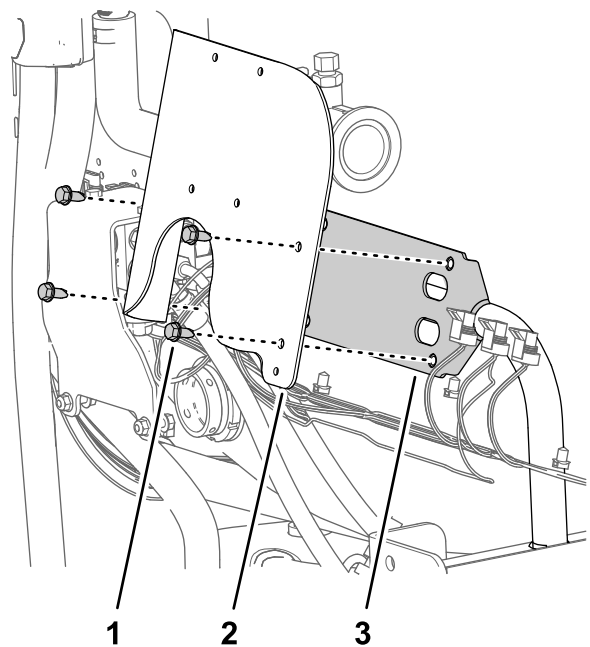

Figura 72
1. Alinee los orificios del soporte del caudalímetro con los orificios del soporte de las válvulas (Figura 72).